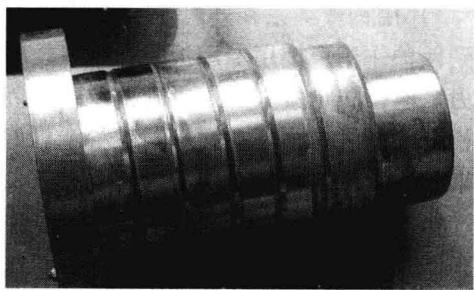

图 1-17 1~4 级填料总成
19) 分别解体填料总成，检查填料环的磨损情况。1~4 级的填料总成的规格相同，5、6 级填料总成规格相同，图 1-17 为 1~4 级的填料总成，填料为 3、6 瓣结构，3、6 瓣填料放置在填料盘内，更换下来的填料总成，要进行解体，更换内部的 3、6 瓣填料环，填料盘要进行研磨，填料盘之间是硬密封，没有密封垫。